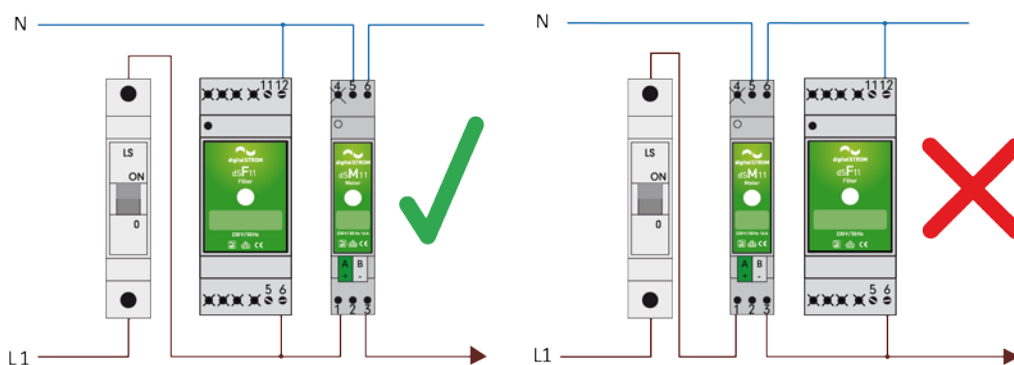

Fig. 2 Raccordement amont du filtre digitalSTROM
- Le filtre digitalSTROM doit être absolument installé en amont du meter digitalSTROM (Fig. 2).